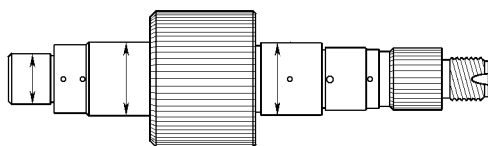

图 12-24 用千分尺测量后输出轴外径
(1) 检查后输出轴。使用千分尺测量后输出轴轴颈部分的外径，如图 12-24 所示。